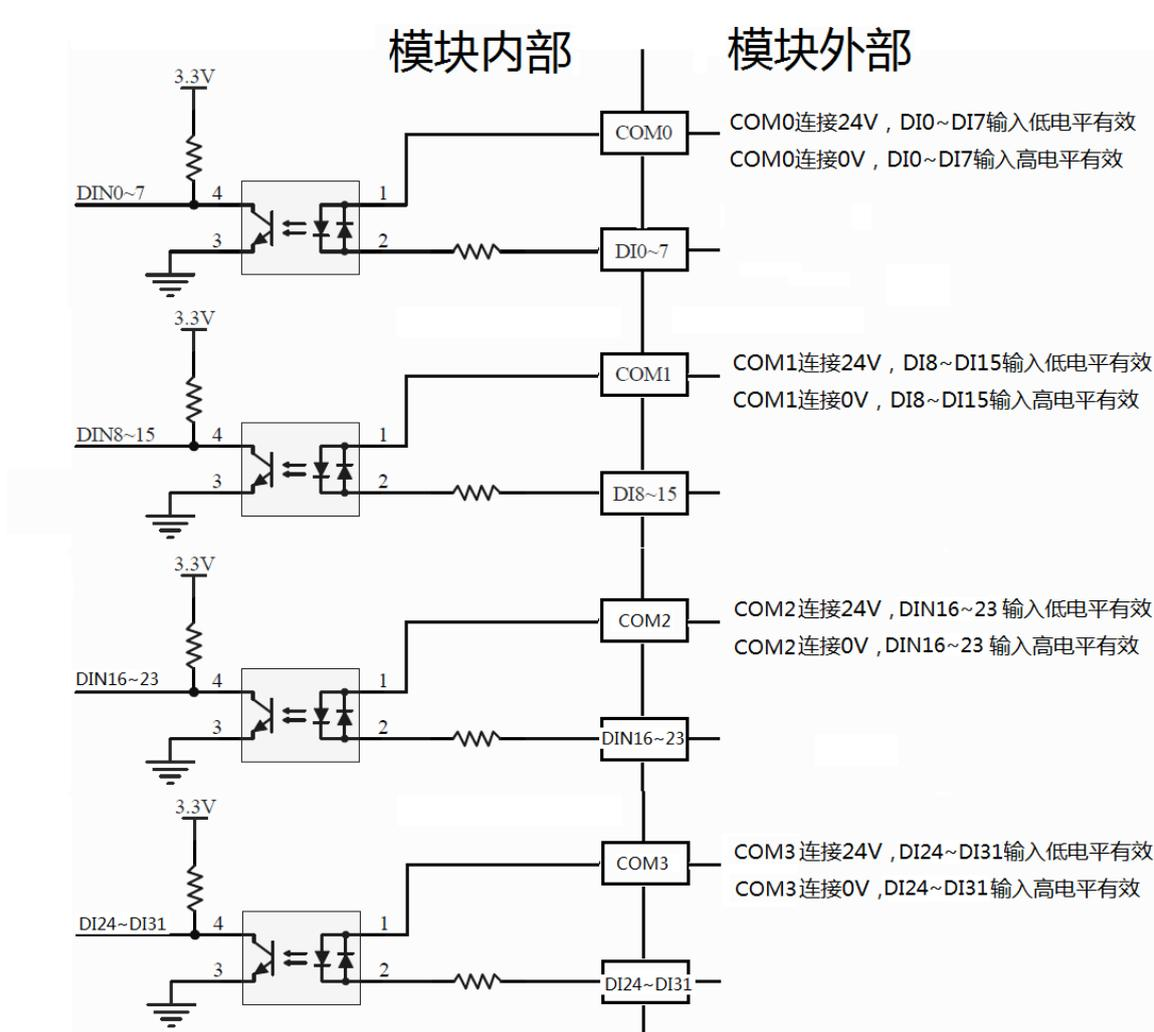

图 2-3 模块电气接口图
(2).通用输入接口 X4 如图 2-3 所示。
以下为输入 I/O 接口内部电路示意图，如图 2-3
| 图 2-3 模块电气接口图 .....              | 2-8  |